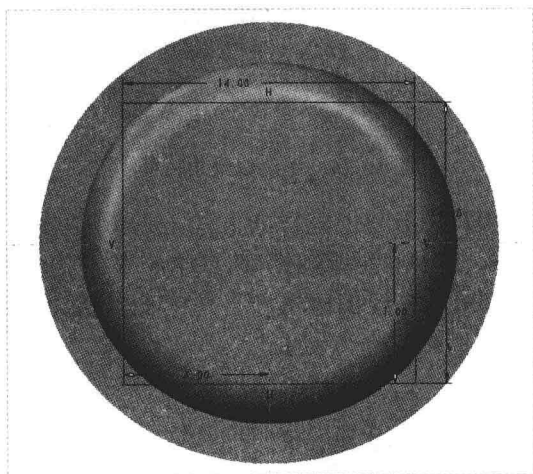

图 16-77 绘制截面 8
Step 21 在“功能区”选项板的“模型”选项卡中,单击“形状”面板中的“拉伸”按钮,弹出“拉伸”选项卡,在绘图区中选 FRONT 基准平面作为草绘平面,进入草绘环境;单击“草绘”选项卡中的相应按钮,绘制截面,如图 16-77 所示,单击“关闭”面板中的“确定”按钮,完成截面绘制并退出草绘环境。